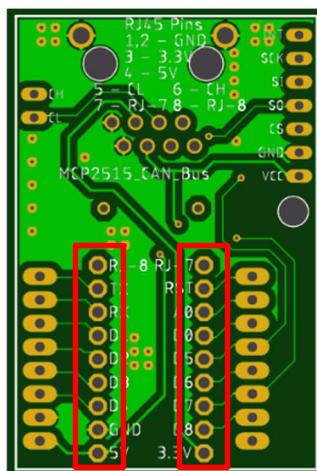

Figura 18 - Barras de 9 pinos conectores fêmea
4. Na face oposta, encaixe as duas barras de 9 pinos conectores fêmea e proceda à soldadura das mesmas (Figura 18).